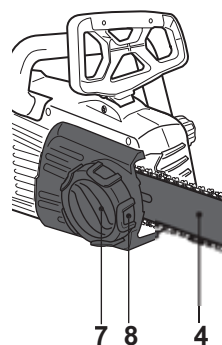

Fig. 6
- > Tournez la molette de tension [8] jusqu'à ce que les maillons d'entraînement touchent juste le bord inférieur du guide-chaîne [4] (Fig. 6).